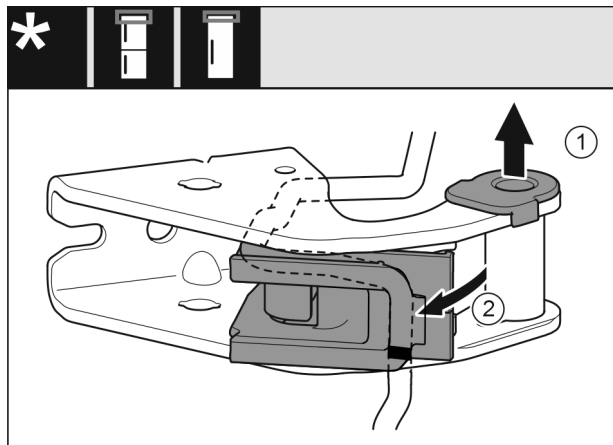

Fig. 28
- ▶ Lagerbuchse Fig. 28 (1) aus Führung ziehen.
- ▶ Kabelhalterung Fig. 28 (2) ausschwenken.